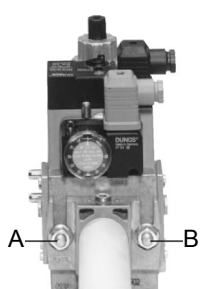
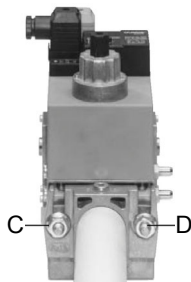
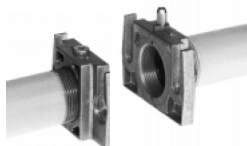

Рис. 2
Рис. 3
Рис. 4
3. Затянуть винты А, В, С и D (Рис. 2 - Рис. 3), соблюдая дистанции монтажа (Рис. 4);
ВНИМАНИЕ: после монтажа газовой ramпы согласно схеме на Рис. 2, необходимо провести тестирование на герметичность газового контура, согласно требований действующих нормативов.